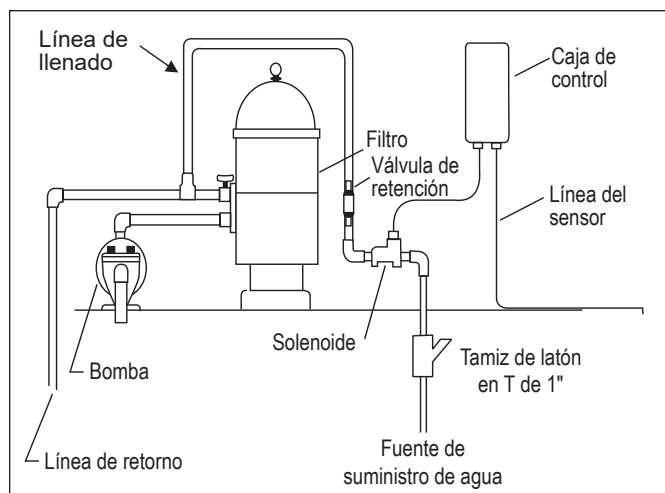
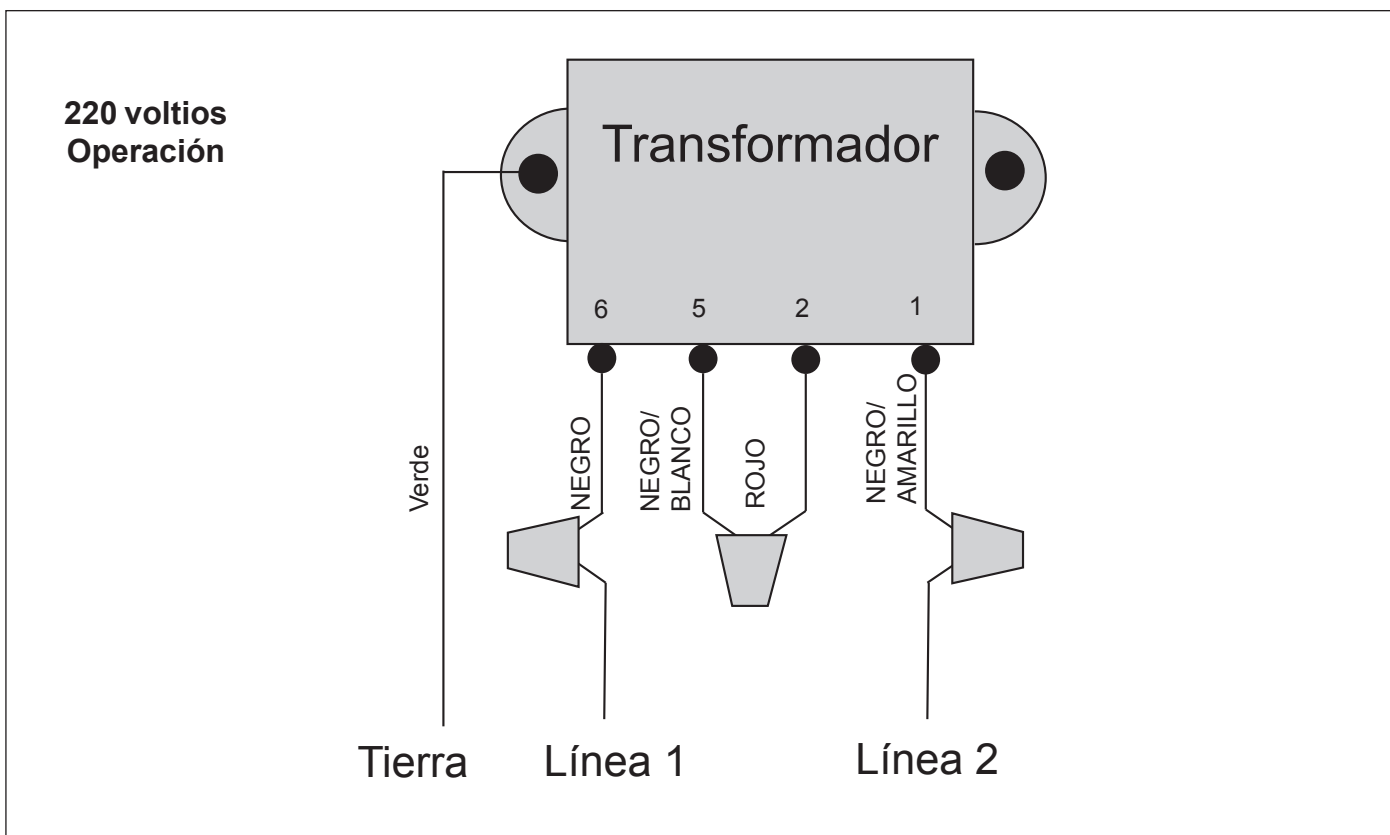

Figura 1. Instalación de K-1100 o LEV110CK/2G
Figura 4. K-1100, K-2300 y LEV110CK/2G con cableado de fábrica para funcionar a 220 voltios
- Monte la caja de control en la pared cerca de la bomba y el filtro. Consulte la Figura 1. **No instale la caja de control a una distancia igual o inferior a 10 pies (3 m) de los bordes de la piscina.**
- Controle el voltaje fuente. (Las tres (3) unidades poseen cableado de fábrica para funcionar a 220 voltios). Consulte la *Sección 3.3* para modificar el cableado para el funcionamiento a 110 voltios.
- Para el funcionamiento a 220 voltios, conecte el cable negro a la línea 1 y conecte el cable negro con raya amarilla a la línea 2. Consulte la Figura 4.
1. Corte el casquillo de empalme que conecta los cables negro/blanco y rojo. Consulte la Figura 4.